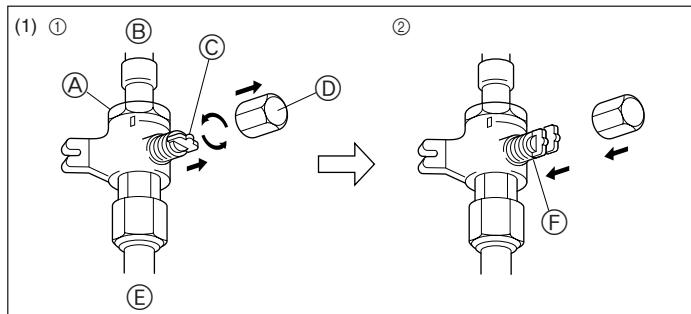
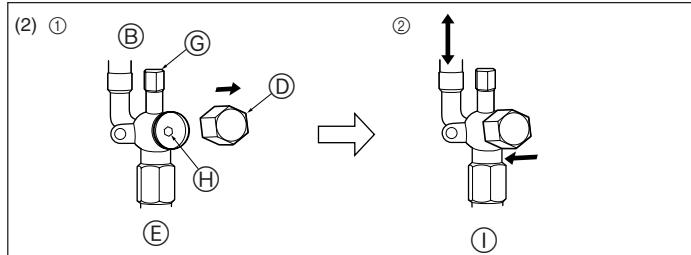

Fig. 4-5
Fig. 4-6
(1) Gasside på RP2.5-6 (Fig. 4-5)
① Afmonter hætten, træk håndtaget hen imod Dem og drej en 1/4 omgang mod uret for at åbne.
② Kontroller, at stopventilen er helt åben, skub håndtaget ind og drej hætten tilbage til den oprindelige position.
(2) Væskeside på RP2.5-6 samt gas-/væskeside på RP1.6, 2 (Fig. 4-6)
① Fjern dækslet, og drej ventilsplinden mod uret så langt som muligt vha. en 4 mm sekskantet skruenøgle. Stop med at dreje, når den når stopperen (ø6,35: ca. 4,5 omgang; ø9,52: ca. 10 omgang).